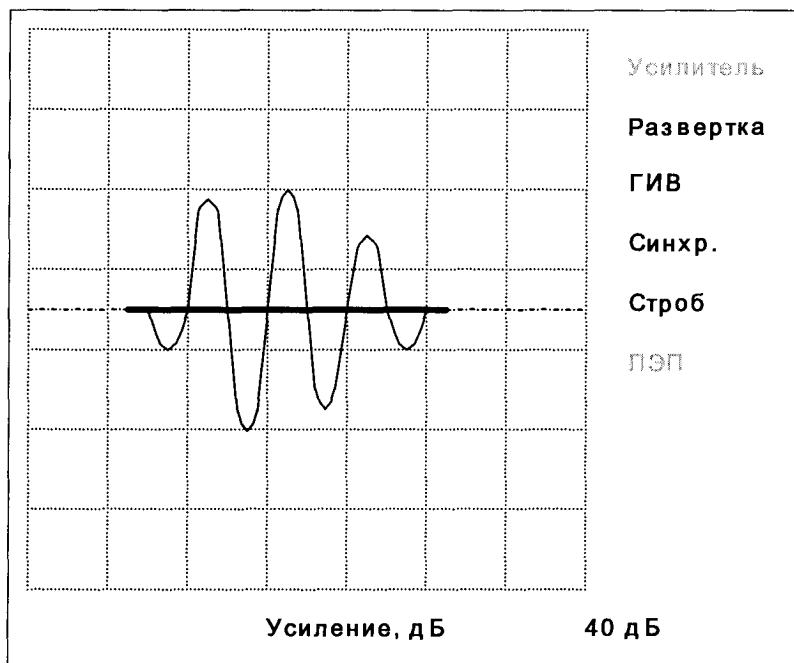

Рисунок 4.9 - Расположение радиосигнала в стробе
4.5.4.5.7 Нажать клавишу «0» на передней панели тестера. На экране тестера появится радиосигнал отраженного импульса. Используя клавиши « $\triangleleft$ » или « $\triangleright$ », отрегулировать положение маркера так, чтобы в нем находилось не менее трех периодов радиосигнала (рисунок 4.9).